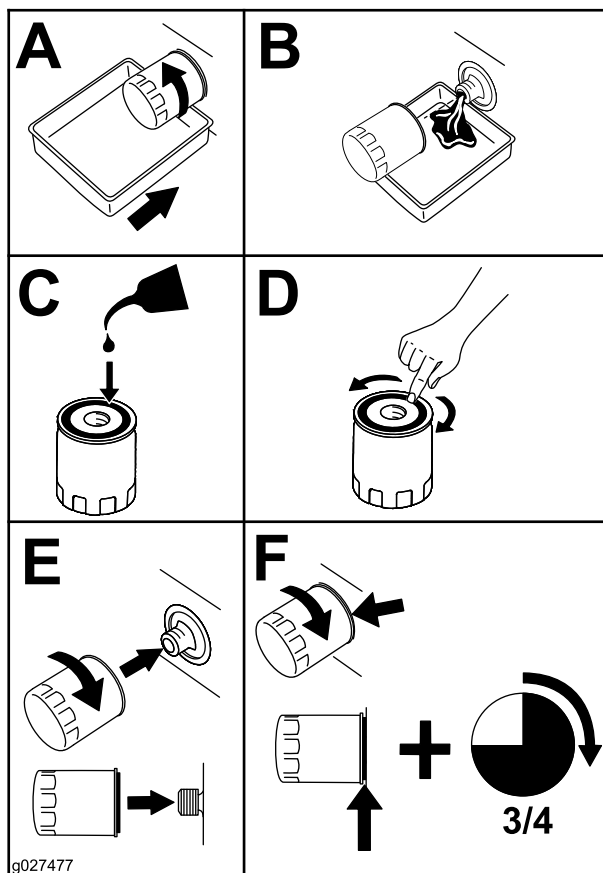

Figura 42
4. Substitua o filtro de óleo do motor (Figura 42).